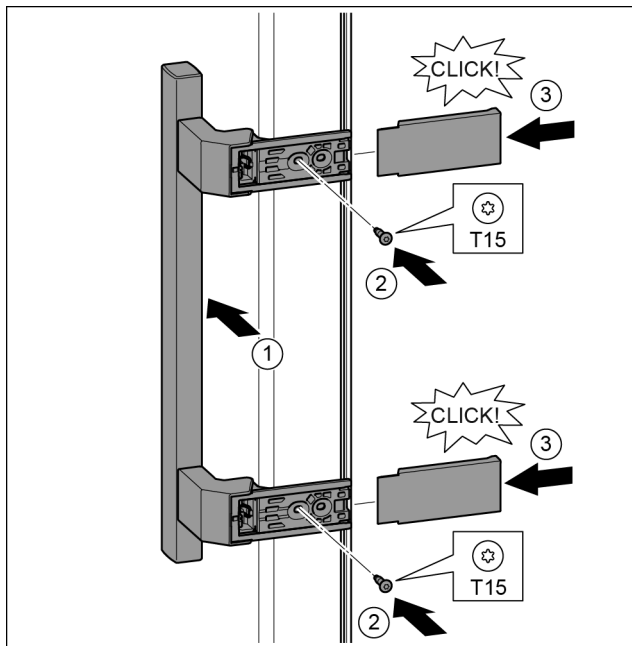

Fig. 22
- ▶ Applicare la maniglia sul lato opposto. Fig. 22 (1)
- ▶ Serrare le viti con il cacciavite T15. Fig. 22 (2)
- ▶ Applicare le coperture lateralmente e inserirle spingendo. Fig. 22 (3)